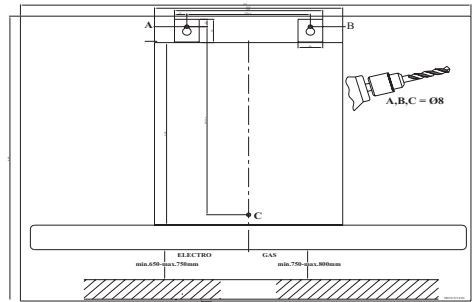

Abb. 4
Die Papier-Bohrschablone (Abb. 4) an der Wand befestigen, an der die Dunstabzugshaube montiert werden soll, und die Löcher (A, B, C) für die Halterung des Gehäuses an den markierten Stellen mit dem Bohrer $\varnothing 8$ ausführen.
E) Einschrauben der Einstellschraube "C" (siehe: Montageschablone - Abb. 4).